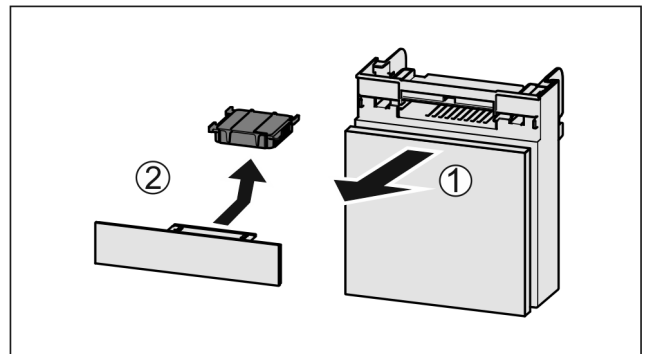

Fig. 114
- ▶ Fach nach vorne herausziehen Fig. 114 (1).
- ▶ Aktivkohlefilter entnehmen Fig. 114 (2).